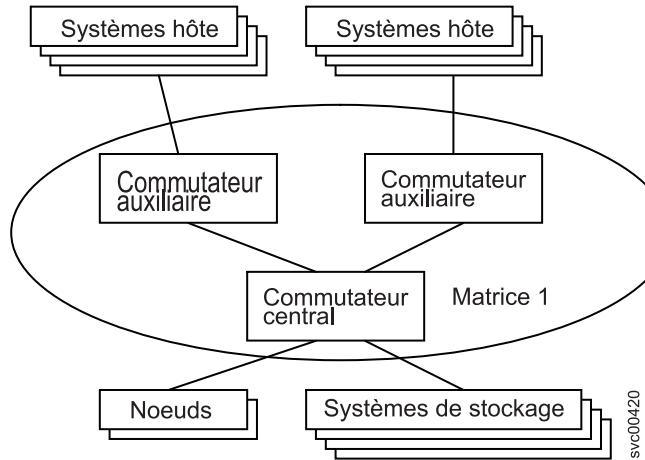

Figure 29. Configuration SAN avec matrice de taille moyenne
- La figure 29 représente une matrice de taille moyenne composée de trois commutateurs Fibre Channel. Ces commutateurs sont interconnectés à l'aide de liaisons intercommutateurs (ISL). Pour la redondance, vous utilisez deux matrices pour chaque système hôte, noeud SAN Volume Controller et système de stockage connecté aux deux matrices. L'exemple de matrice connecte les noeuds SAN Volume Controller et les systèmes de stockage au commutateur central. Il n'existe aucun segment ISL entre les noeuds SAN Volume Controller ni entre les noeuds et les systèmes de stockage.